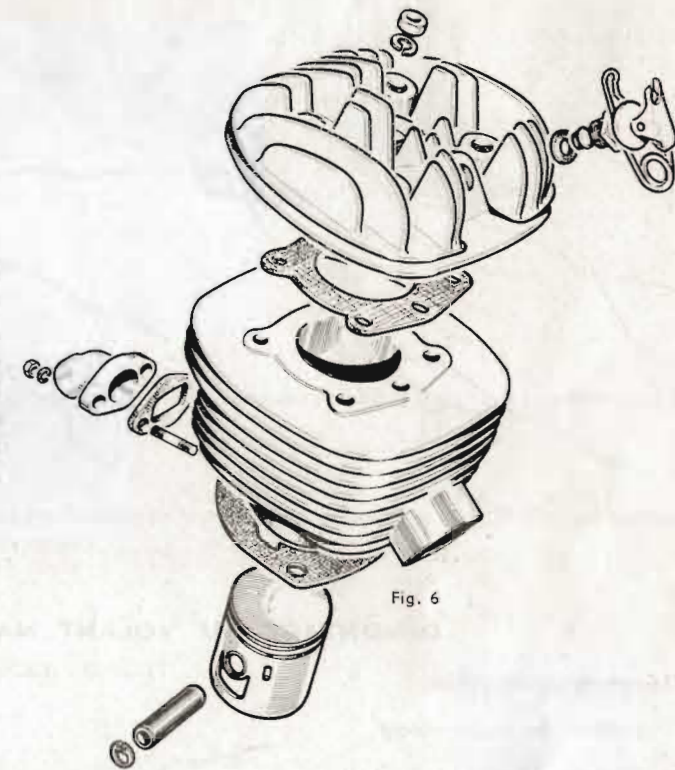

Fig. 6
- Dévisser les 4 écrous fixant la culasse, après les avoir débloqués en quinconce pour éviter toute déformation (clé tube de 12). Retirer les rondelles et les deux brides de fixation du moteur au cadre. Enlever la culasse et son joint (fig. 6).